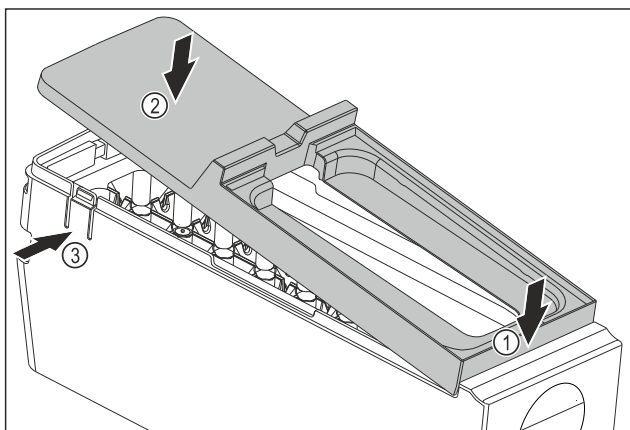

Fig. 115
- Montirajte poklopac tijela sustava EasyTwist-Ice: Postavite poklopac sprijeda. Fig. 115 (1)
- Spustite poklopac straga. Fig. 115 (2)
- ▷ Poklopac će se čujno uglaviti u oba jezička Fig. 115 (3).